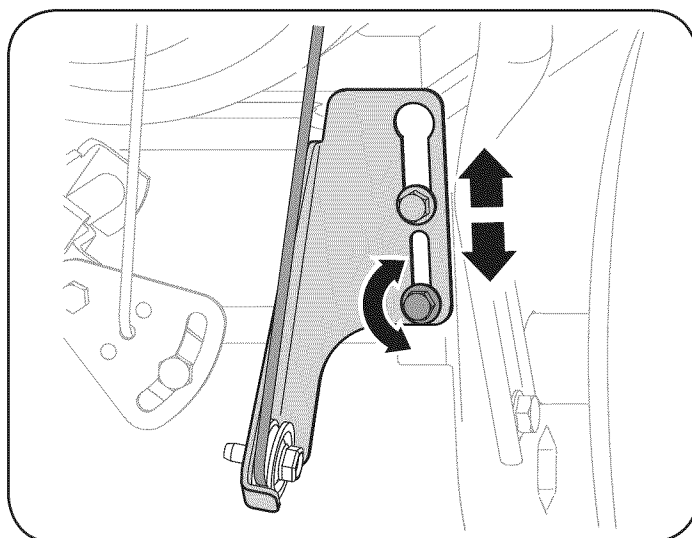

Figura 26
- b. Afloje la tuerca hexagonal inferior del soporte del cable de la transmisión. Vea la Figura 26.